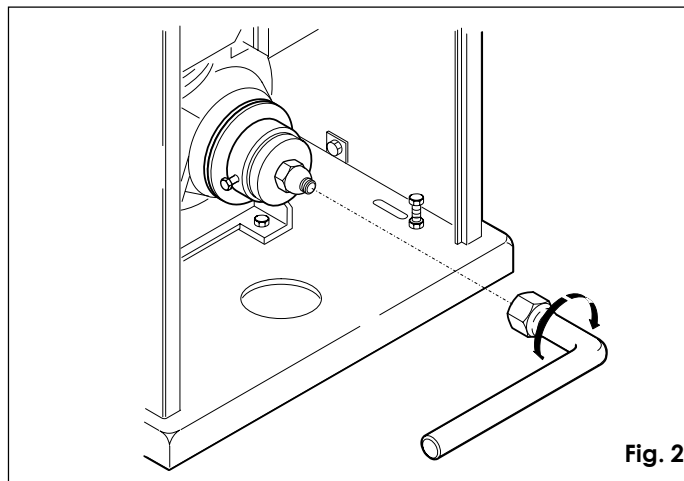

Fig. 2
Encombrement motoréducteur LxHxP	voir fig. 2
- Con la chiave in dotazione svitare il dado autobloccante fino allo sblocco della frizione come indicato in fig. 2.
- Avvitare il dado autobloccante fino a battuta meccanica come in fig. 2.
- Using the key provided, undo the self-locking nut until the clutch is released as shown in fig. 2.
- Tighten the self-locking nut until it reaches the mechanical end stop as shown in fig. 2.